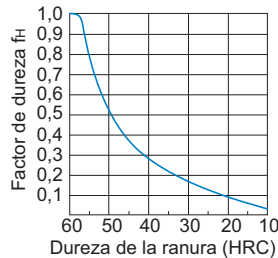

Fig.1 Factor de dureza (fH)
- fH : Factor de dureza (consulte Fig.1)